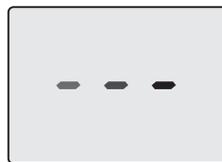
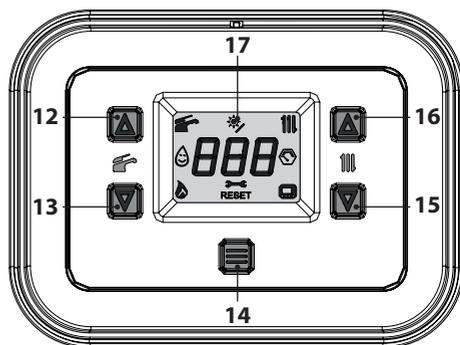

Figura 6.6
Figura 6.7
- Alimentare elettricamente la caldaia azionando l'interruttore bipolare previsto in installazione. Il display LCD visualizza il simbolo  (i trattini vengono accesi in sequenza per simulare uno scorrimento) (Figura 6.6).
- Tenere premuto per 5 secondi il tasto 14 fino a far apparire sul display entrambe i simboli  e  Figura 6.7.
- Entrare in "modalità programmazione" premendo contemporaneamente per 5 secondi i tasti 13 e 15 (Figura 6.7) fino a far apparire sul display LCD le lettere **HIS** che indicano il menu "Storico delle caldaie" (Figura 6.9).
- Premere il tasto 14 (Figura 6.7) per attivare la funzione. Il display visualizzerà quanto segue (Figura 6.11 e Figura 6.12).
- tenere premuti contemporaneamente i tasti 13 e 15 per 5 sec. (Figura 6.7) (ritorno al livello precedente).
- Spegnerla caldaia tenendo premuto per 5 secondi il tasto 14 (Figura 6.7) fino a far apparire sul display LCD il simbolo **---** (i trattini vengono accesi in sequenza per simulare uno scorrimento) (Figura 6.6).